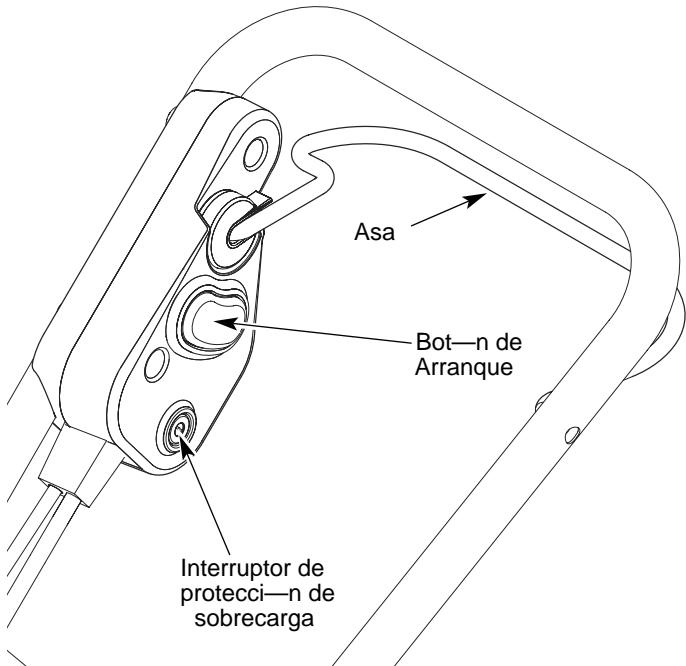

Fig. 4
2. Oprima y sostenga oprimido el bot—n de arranque de color rojo (Fig. 4).